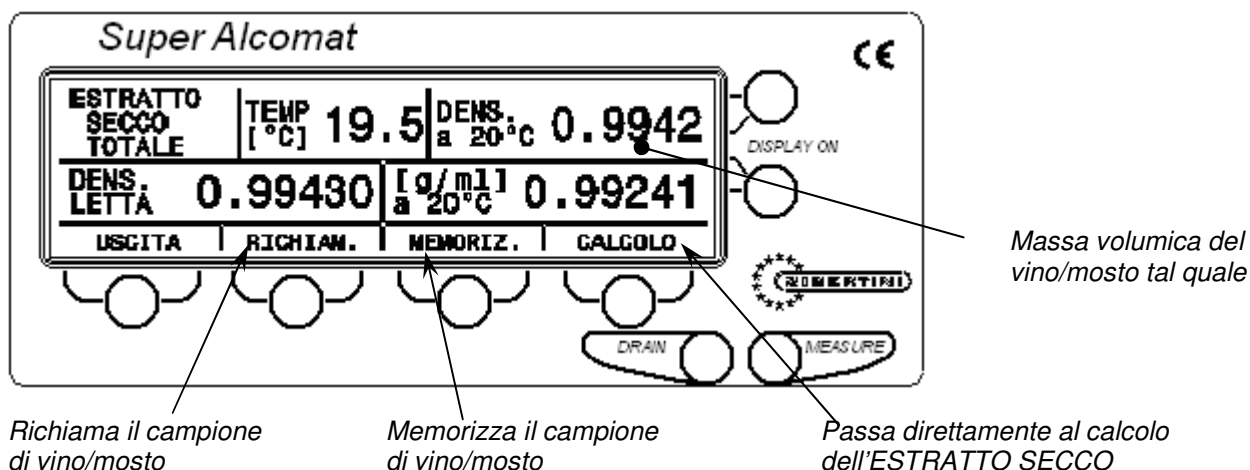

Fig. 12
- d- sul display vengono visualizzati: temperatura, densità letta, densità corretta a 20 °C e massa volumica a 20 °C del campione di mosto/vino in esame (Fig. 12);
- premere [MEMORIZ.] (Fig. 12);